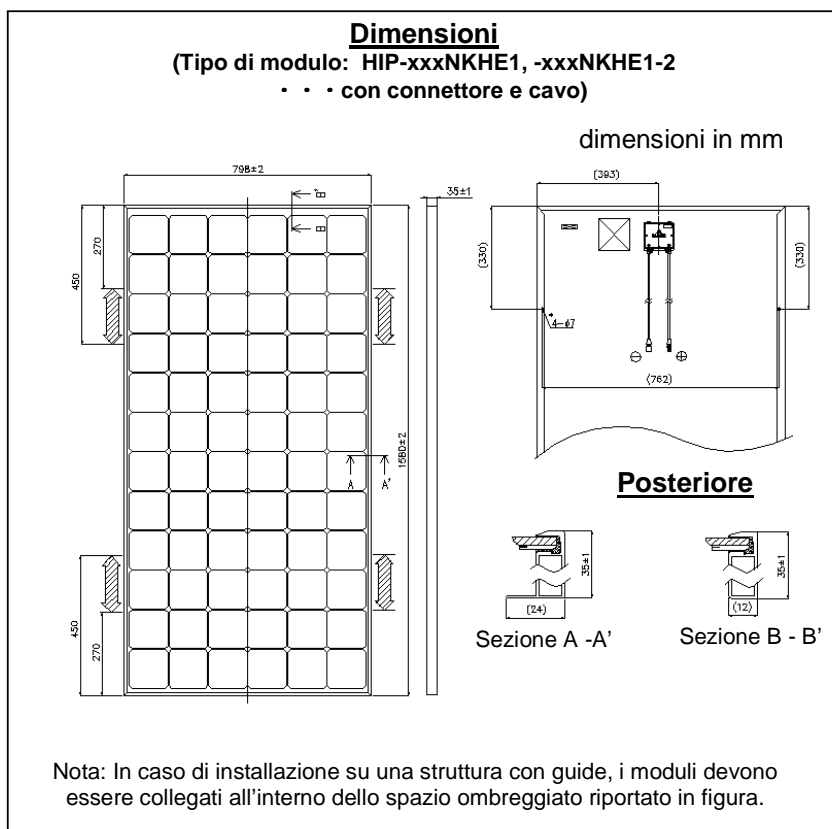

Figura 2: Dimensioni
- I moduli devono essere montati ai quattro (4) punti come indicato nelle Figura 2.